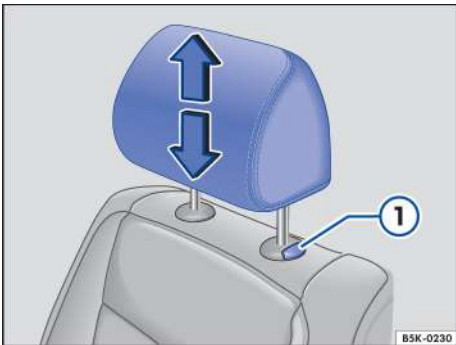
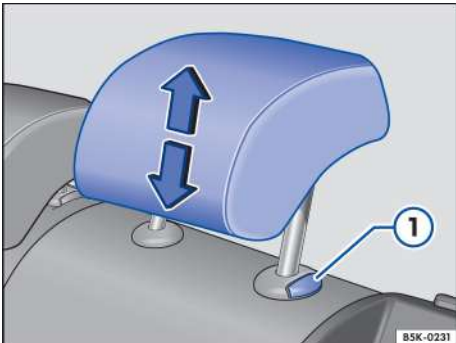

Рисунок 55. Подголовник переднего сиденья: регулировка
Рисунок 56. Подголовник заднего сиденья: регулировка
- Надавите на подголовник вверх или вниз в направлении стрелки, и может потребоваться нажать и удерживать кнопку → Рисунок 55 Ⓛ или → Рисунок 56 Ⓛ → ▲ при необходимости, как показано во Введении в тему (см. стр. 55).